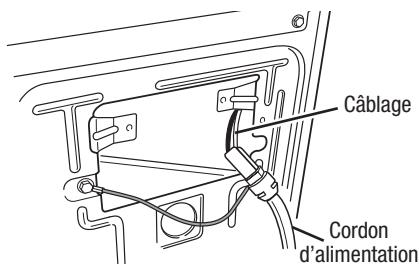
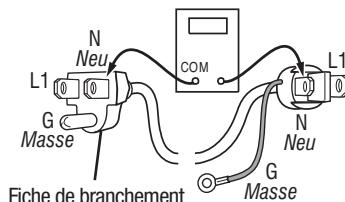

Figure 5. Raccordement entre cordon d'alimentation et câblage de la sécheuse (sécheuse à gaz).
Figure 6. Broches du cordon d'alimentation – sécheuse à gaz.
3. Vérifier que le cordon d'alimentation est correctement raccordé au câblage de la sécheuse. Voir figure 5.
5. Avec un ohmmètre, vérifier la continuité entre la broche neutre (N) de la fiche de branchement et la broche P8-3 (conducteur blanc) de la carte des circuits de commande de la machine. La partie gauche de l'illustration à la figure 6 identifie la position de la broche neutre (N) de la fiche de branchement. Voir également figure 15, page 56.
- S'il n'y a pas de continuité, défaire la connexion entre le conducteur blanc du câblage et le cordon d'alimentation, à l'emplacement indiqué à la figure 5. Tester la continuité du conducteur neutre du cordon d'alimentation selon les indications de la figure 6. S'il y a un circuit ouvert, remplacer le cordon d'alimentation; sinon passer à l'étape 6.
- S'il n'y a pas de continuité, contrôler la continuité sur le cordon d'alimentation d'une manière similaire à ce qui est décrit à la figure 6, mais pour le conducteur L1 du cordon d'alimentation.